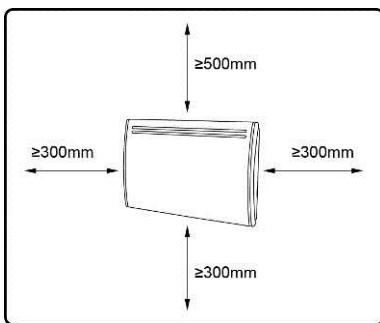

Fig 1
1/ Déterminez l'emplacement adéquat (Fig. 1) :
- Respecter les distances minimales entre l'appareil et les murs, le sol, les meubles, rideaux, etc... (comme demandé dans la Figure 1).